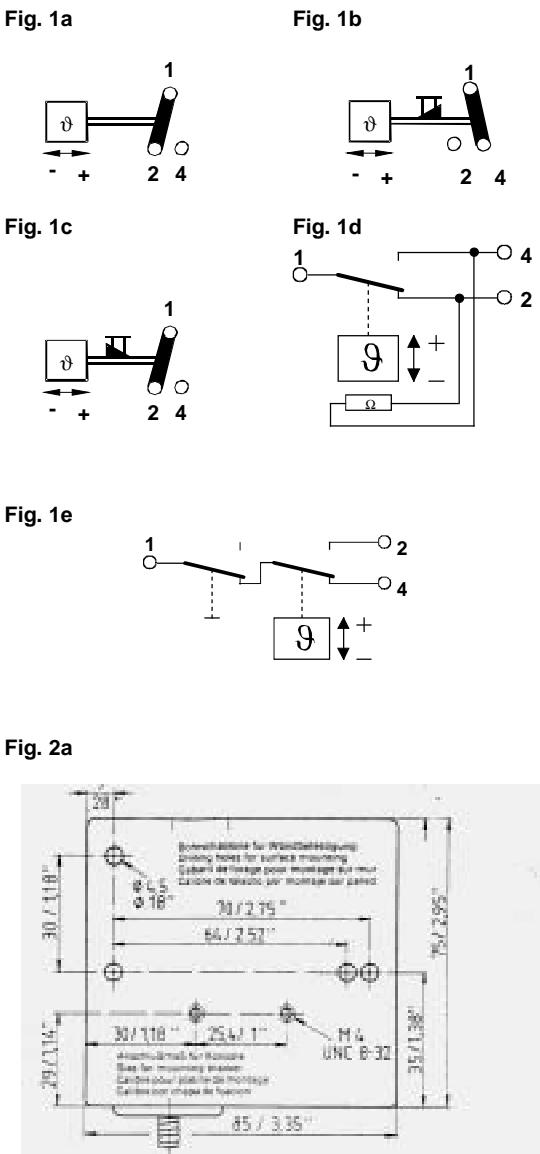

Fig. 2b
TS1-G/H (montage encastré) see fig. 2b :
- ① Reset button for external reset /Rückstellknopf / Bouton de réarmement
**Mounting (Fig. 2b models TS1-G/H):**
**Einbau (Fig. 2b Ausführungen TS1-G/H)**